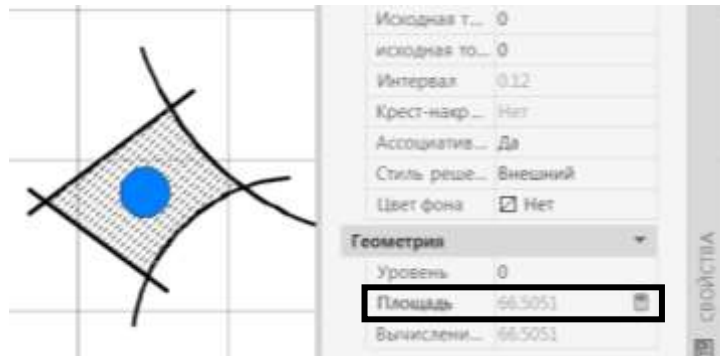

Рис. 95. Определение площади поля штриховки
1. Задать внутри контура фигуры штриховку и с помощью окна *Свойства* посмотреть значение площади поля штриховки, преобразовав значения из $мм^2$ в $м^2$ способом, описанным выше (рис. 95).